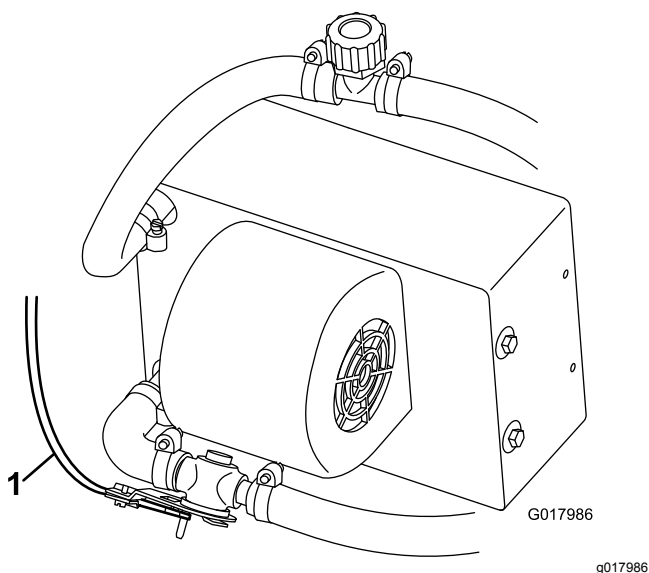

Рисунок 6
8. Проложите и подсоедините трос управления обогревателем к клапану обогревателя (Рисунок 6).